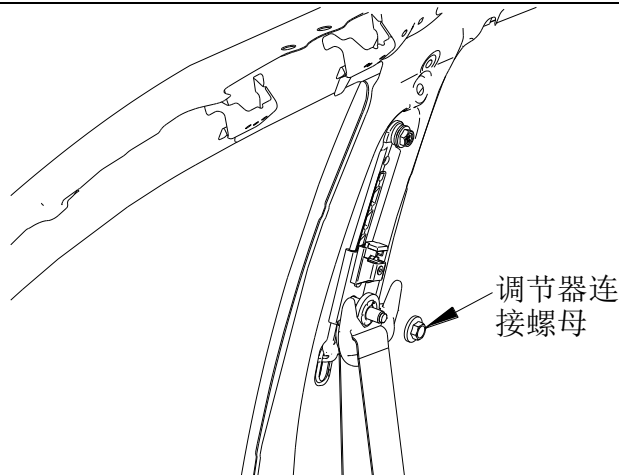

图 1-2
5、将 B 柱上护板拆除，然后拆卸调节器连接螺母，拆下导向件。螺母拧紧力矩 **45N.m**（图 1-2）。